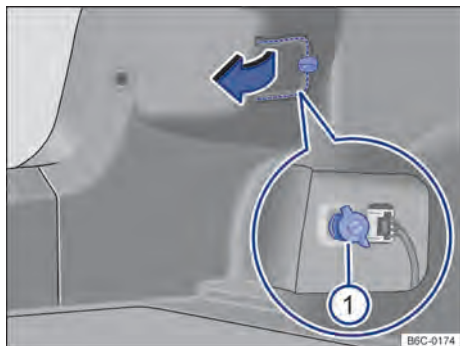

Fig. 132 No compartimento de bagagem: desinstalar cobertura e retirar o parafuso borboleta  (lupa).
3. Para abrir a cobertura da lanterna, girar a trava → Fig. 132 (seta).
18. Segurar a lanterna traseira na posição de montagem com uma das mãos e aparafusar com a outra o parafuso borboleta → Fig. 132 .